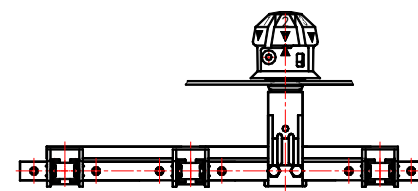
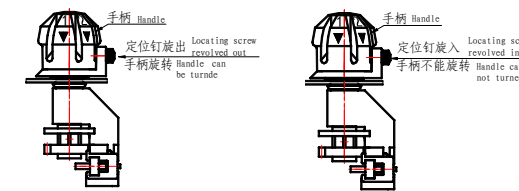

图 1.1 Drawing 1.1
图 1.2 Drawing 1.2
5.1 切勿将手轮拉起! (见图 1.1)
分接开关在改变开关档位时, 将定位钉旋出到行程的终端, 旋转手轮(但不要将手轮拉起)时需稍加用力(因开关定位器与定位齿轮在旋转时产生了摩擦力, 增加了转动力矩。)到所需的档位后, 微调, 检查并确定手轮上与定位座上的两个箭头相互对准(见图 1.1)。将定位钉旋入手轮槽口中, 使手轮无法转动(见图 1.2)。
当开关的调压方式为中性点或端部时, 因开关动触片在每档上只包含一个静触头的特点, 调档位时会有两次到档的感觉。开关调档后检查并确定手轮上与定位座上的两个箭头相互对准(见图 1.1)。将定位钉旋入手轮槽口中, 使手轮无法转动(见图 1.2)。